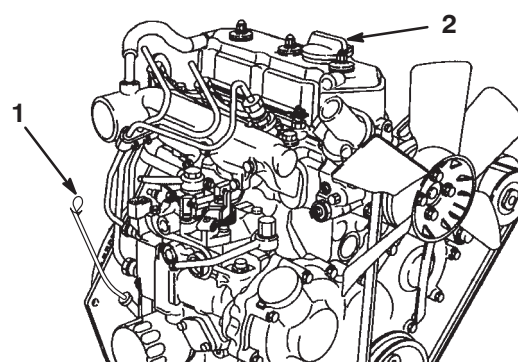

Figure 23
2. Retirez la jauge et essuyez-la sur un chiffon propre (Fig. 23). Insérez la jauge tout au fond du tube. Sortez la jauge du tube et vérifiez le niveau d'huile. Si le niveau est trop bas, retirez le bouchon de remplissage du couvre-culasse et versez **lentement** juste assez d'huile pour amener le niveau au repère maximum de la jauge. Versez l'huile lentement et vérifiez souvent le niveau durant la procédure. **Ne remplissez pas excessivement.**